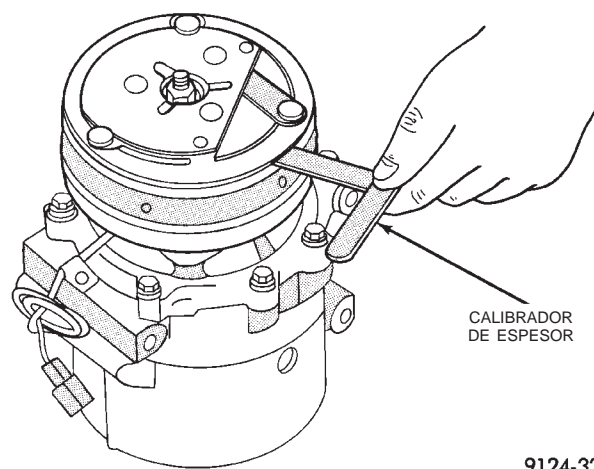

Fig. 23 Medición del entrehierro
(8) Con el conjunto del disco de embrague delantero ajustado contra los espaciadores, mida el entrehierro entre el disco de embrague y la cara de la polea, mediante calibradores de espesor (Fig. 23). El entrehierro debería oscilar entre 0,35 y 0,65 mm (0,013 y 0,025 pulg.). Si no se obtiene el entrehierro correcto, agregue o retire espaciadores hasta obtener el entrehierro deseado.
(9) Instale la tuerca del eje del compresor. Ajuste la tuerca con una torsión de 17,6 N·m (13 lbs. pie).
(10) Los espaciadores pueden comprimir después de ajustar el perno del eje. Verifique el entrehierro en cuatro o más lugares, para determinar si es el correcto. Haga girar la polea para una verificación final.
(11) Instale el compresor en el soporte.